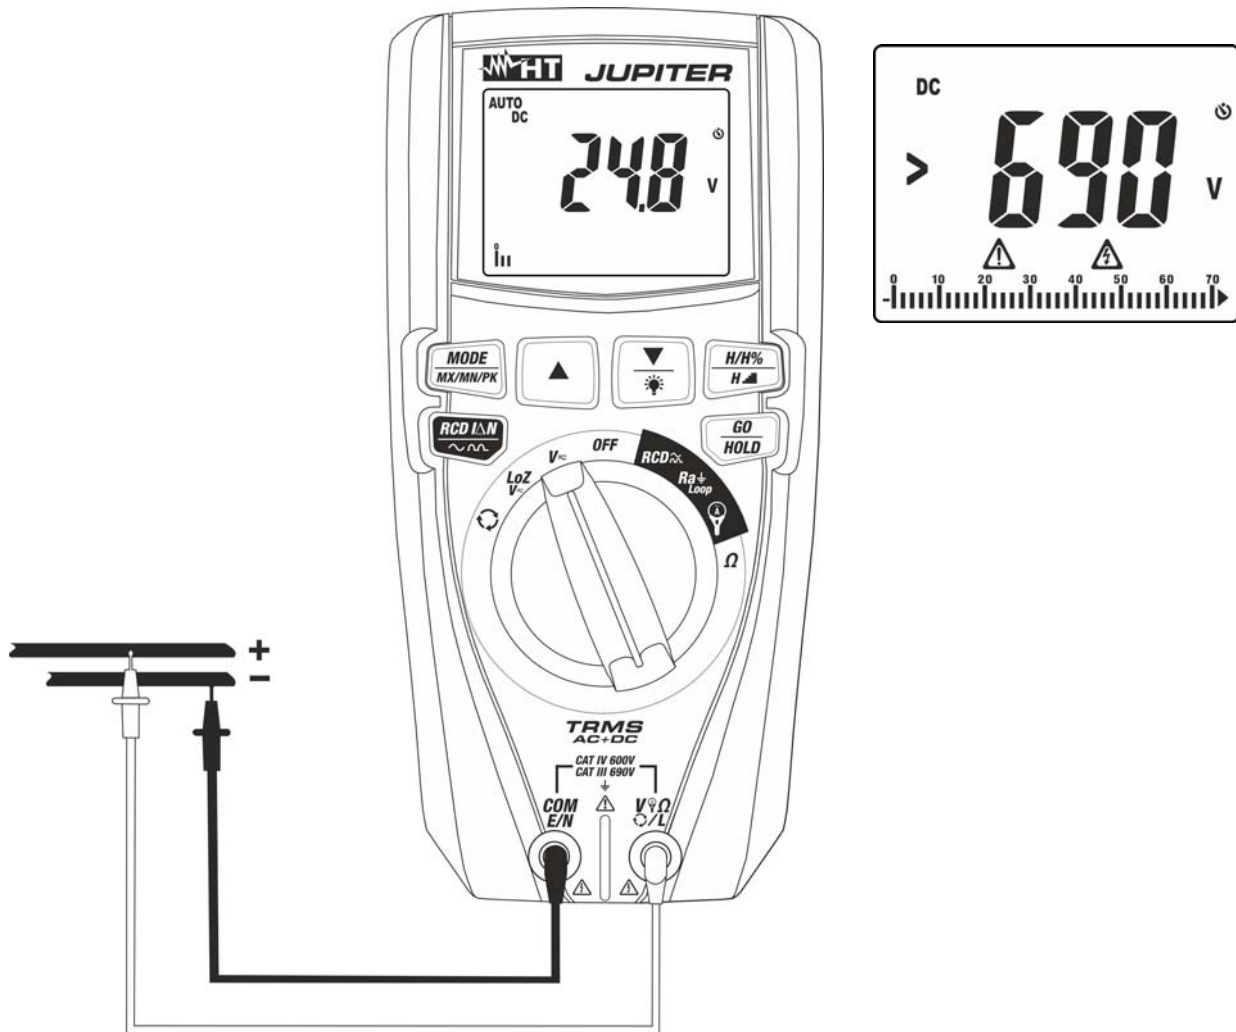
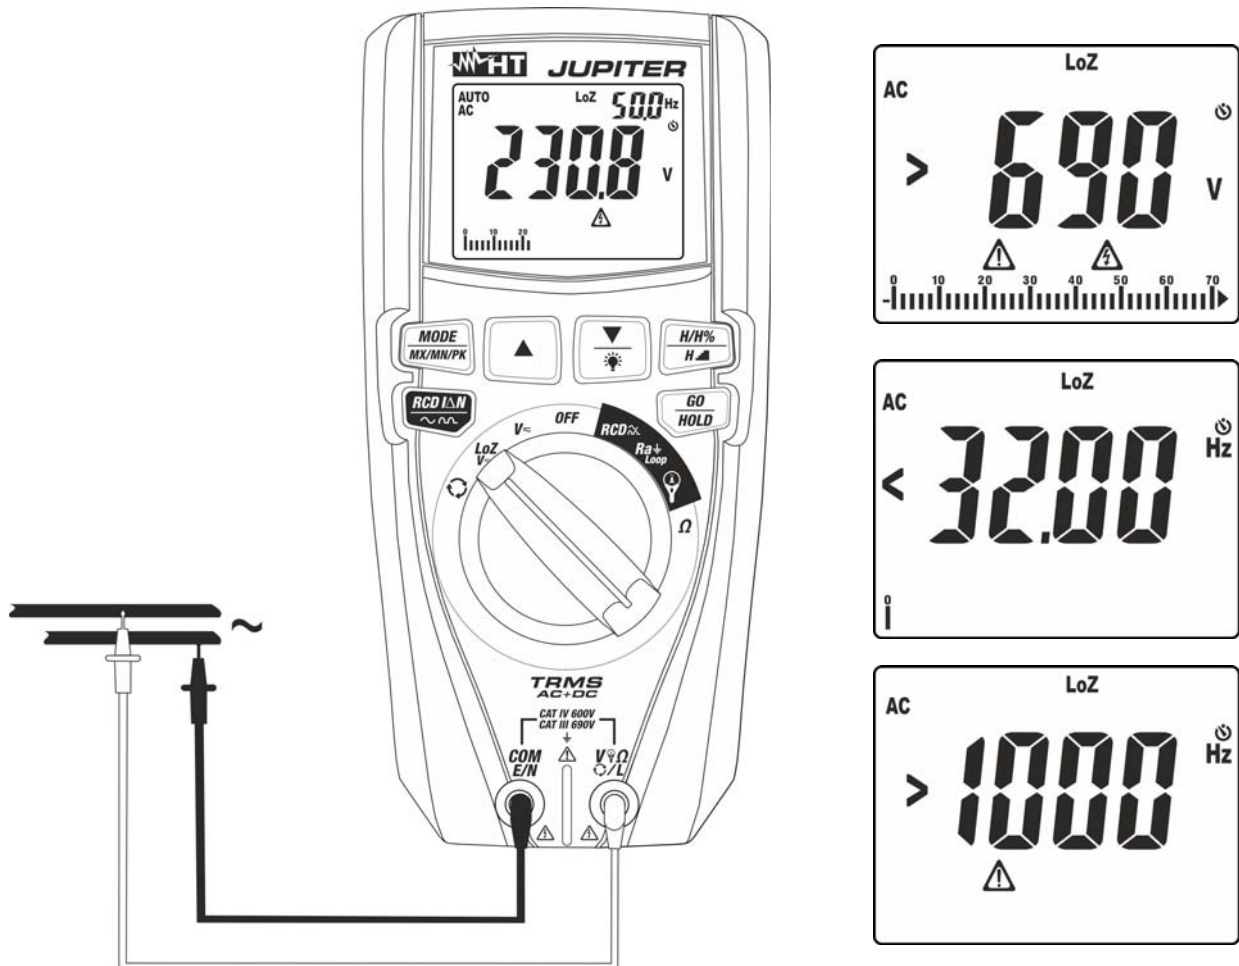

Fig. 8: Utilisation de l'instrument pour la mesure de la Tension DC
Fig. 10: Utilisation de l'instrument pour mesurer la tension AC/DC avec fonction LoZ.
3. Positionner l'embout rouge et l'embout noir respectivement dans les points à potentiel positif et négatif du circuit sous test (voir la Fig. 8). La valeur de la tension apparaît à l'écran
4. Si le message «>690V» est affiché à l'écran (voir Fig. 8), cela indique que le fond d'échelle de l'instrument a été atteint.
5. L'affichage du symbole « - » sur l'écran de l'instrument indique que la tension a une direction opposée par rapport à la connexion de Fig. 8.
4. Positionner l'embout rouge et l'embout noir respectivement aux points du circuit examiné (voir Fig. 10) pour mesurer la tension AC ou aux points à potentiel positif et négatif du circuit examiné (voir Fig. 8) pour mesurer la tension DC. La valeur de la tension apparaît à l'écran. La valeur de la fréquence de la tension est affichée en haut à droite de l'écran. Cliquer sur la touche **MODE/MX/MN/PK** pour afficher la valeur de la fréquence avec une plus grande résolution.
5. Si les messages «<32Hz» ou «>1000Hz» sont affichés (voir Fig. 10), la valeur de la fréquence se trouve en dehors de l'intervalle de mesure **32Hz - 1000Hz**.
6. L'affichage du symbole « - » sur l'écran de l'instrument indique que la tension a une direction opposée par rapport à la connexion de Fig. 8